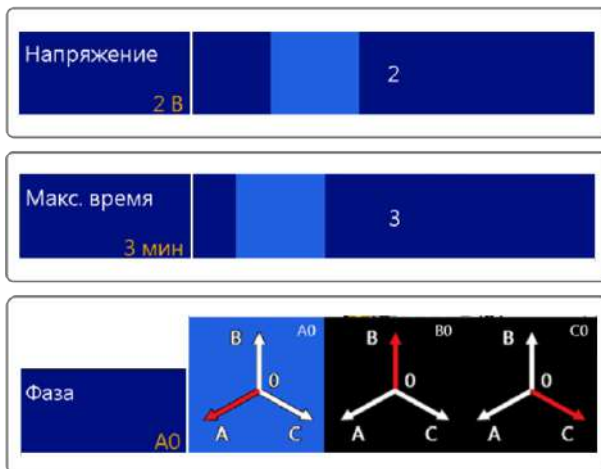

Рисунок 37 – Настройки теста DRM
3) выбрать измеряемое напряжение, продолжительность измерения и измеряемую фазу (рисунок 37);